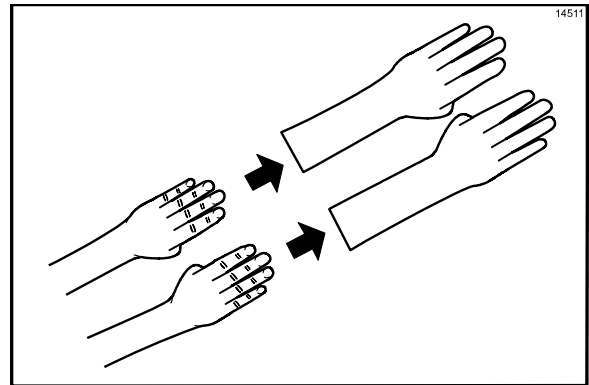

Figure 39
6. Mettre des gants résistants à la chaleur (Cf. Figure 39).